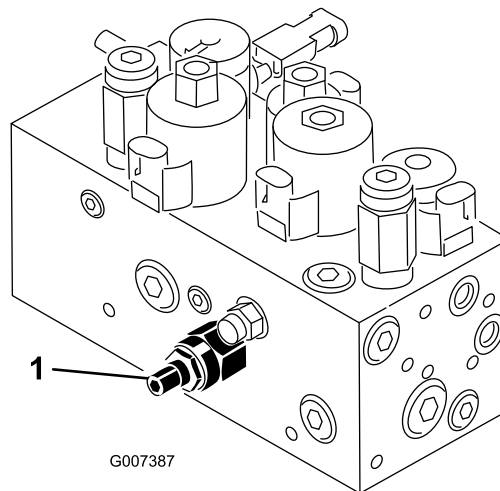

図 49
本機のカッティングユニット昇降回路にはフローコントロールバルブ 図 49 がついています。このバルブは、工場で所定の設定をされていますが、油圧オイルの作動温度の違い、刈り込み速度の違い、使用しているアタッチメントの違いなどにより、調整が必要になる場合がありますもし調整が必要になったら、以下の手順で行ってください。
1. 運転席を上げ、センタープルフレーム用フローコントロールバルブ 図 49 を露出させる。バルブは油圧マニホールドの側面についている。